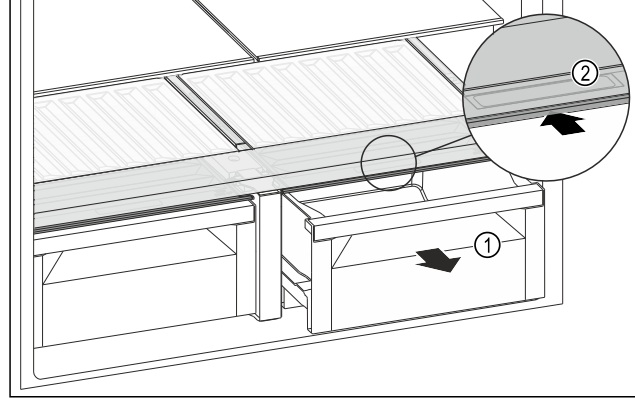

Fig. 132
- Çekmece bölmesini Fig. 132 (1) çekerek çıkarın.
- Raf kapağındaki tutma boşluğundan Fig. 132 (2) tutun ve aynı anda raf kapağını arkaya doğru kaydırın.